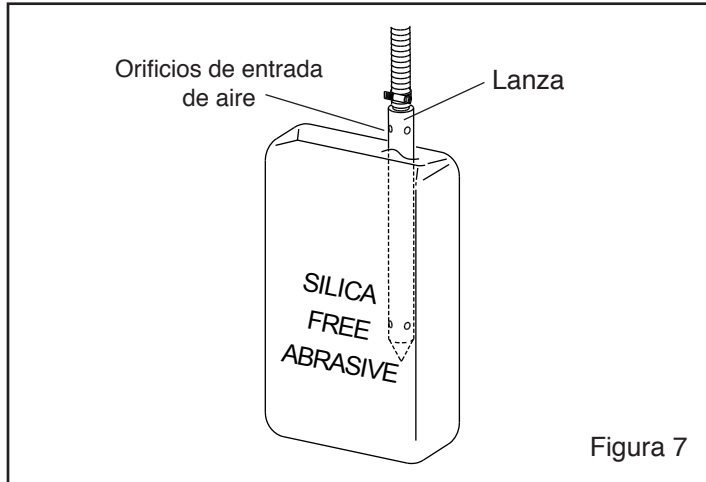

Figura 7
4.4 Inserte la Lanza dentro del Saco de Abrasivo. Figura 7